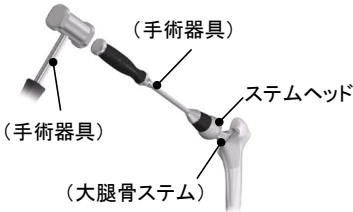

図 2
- (2) 本製品を大腿骨ステムのテーパー部に装着する (図 2)。